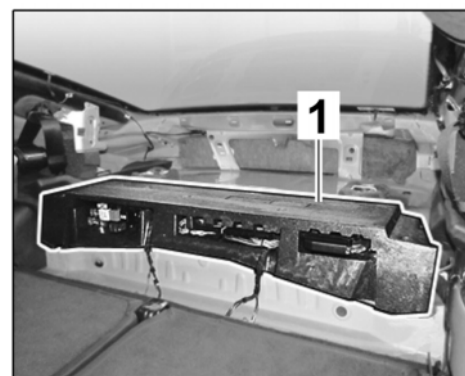

Bild 8
- 1.8.6 Formteil ⇒ **Bild 8 -1-** entnehmen.